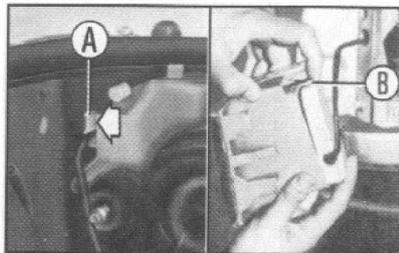

fig. 13
**LANTERNA DIANTEIRA - figs. 13 e 14**
O conjunto da lanterna está fixado à pressão ao corpo do farol. Para sua remoção, pressione a trava **A** - **fig. 13**, através do compartimento do motor.